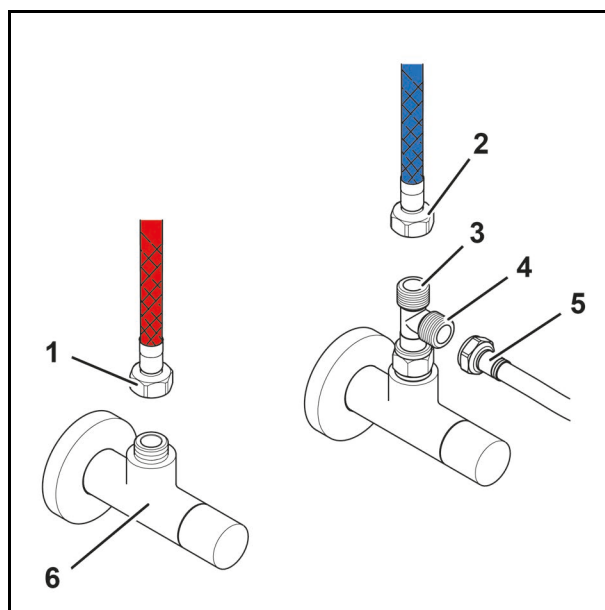

Abb. 17
5. Jeśli jest dostępne, odłączyć zewnętrzne zasilanie CO₂ (Abb. 17/1) od urządzenia podblatowego (Abb. 17/2), patrz rozdział 5.8.
6. Odłączyć przewód zimnej wody (Abb. 17/5) urządzenia podblatowego od dolnego przyłącza (Abb. 17/4) trójnika.
7. Odłączyć przewód zimnej wody (Abb. 17/2) armatury od górnego przyłącza (Abb. 17/3) trójnika.
8. Odłączyć przewód ciepłej wody (Abb. 17/1) armatury od zaworu kątownego (Abb. 17/6).